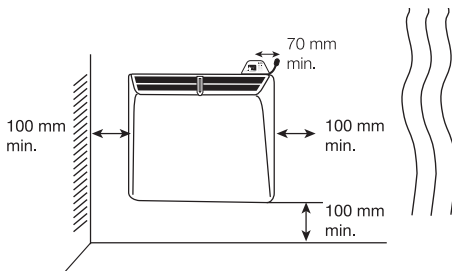

Рис. 5.
6. При настенной установке конвектора, необходимо вертикально установить держатель Bullet Sensor с помощью самореза и дюпеля на стене как указано на Рис. 5.